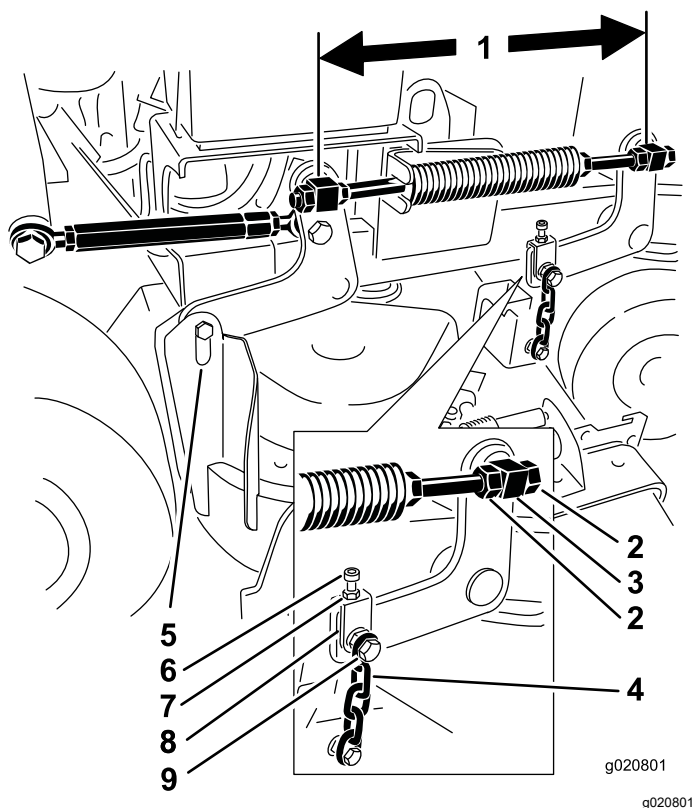

Figura 78
(distancia entre centros) en cada varilla roscada (Figura 78).
2. Afloje las contratuercas en el pivote delantero (Figura 78).
4. Apriete las contratuercas en el pivote delantero (Figura 78).
6. Si es necesario ajustarlo, afloje el perno superior de la cadena (Figura 78).
- Afloje las contratuercas de los pivotes delanteros derecho e izquierdo (Figura 78).
- Apriete las contratuercas de los pivotes delanteros derecho e izquierdo (Figura 78).
- Afloje las contratuercas del pivote izquierdo delantero (Figura 78).
- Apriete las contratuercas del pivote izquierdo delantero (Figura 78).
- Afloje los pernos superiores de las cadenas (Figura 78).
- Afloje las contratuercas en cada horquilla (Figura 78).
- Apriete las contratuercas y los pernos superiores de las cadenas (Figura 78).